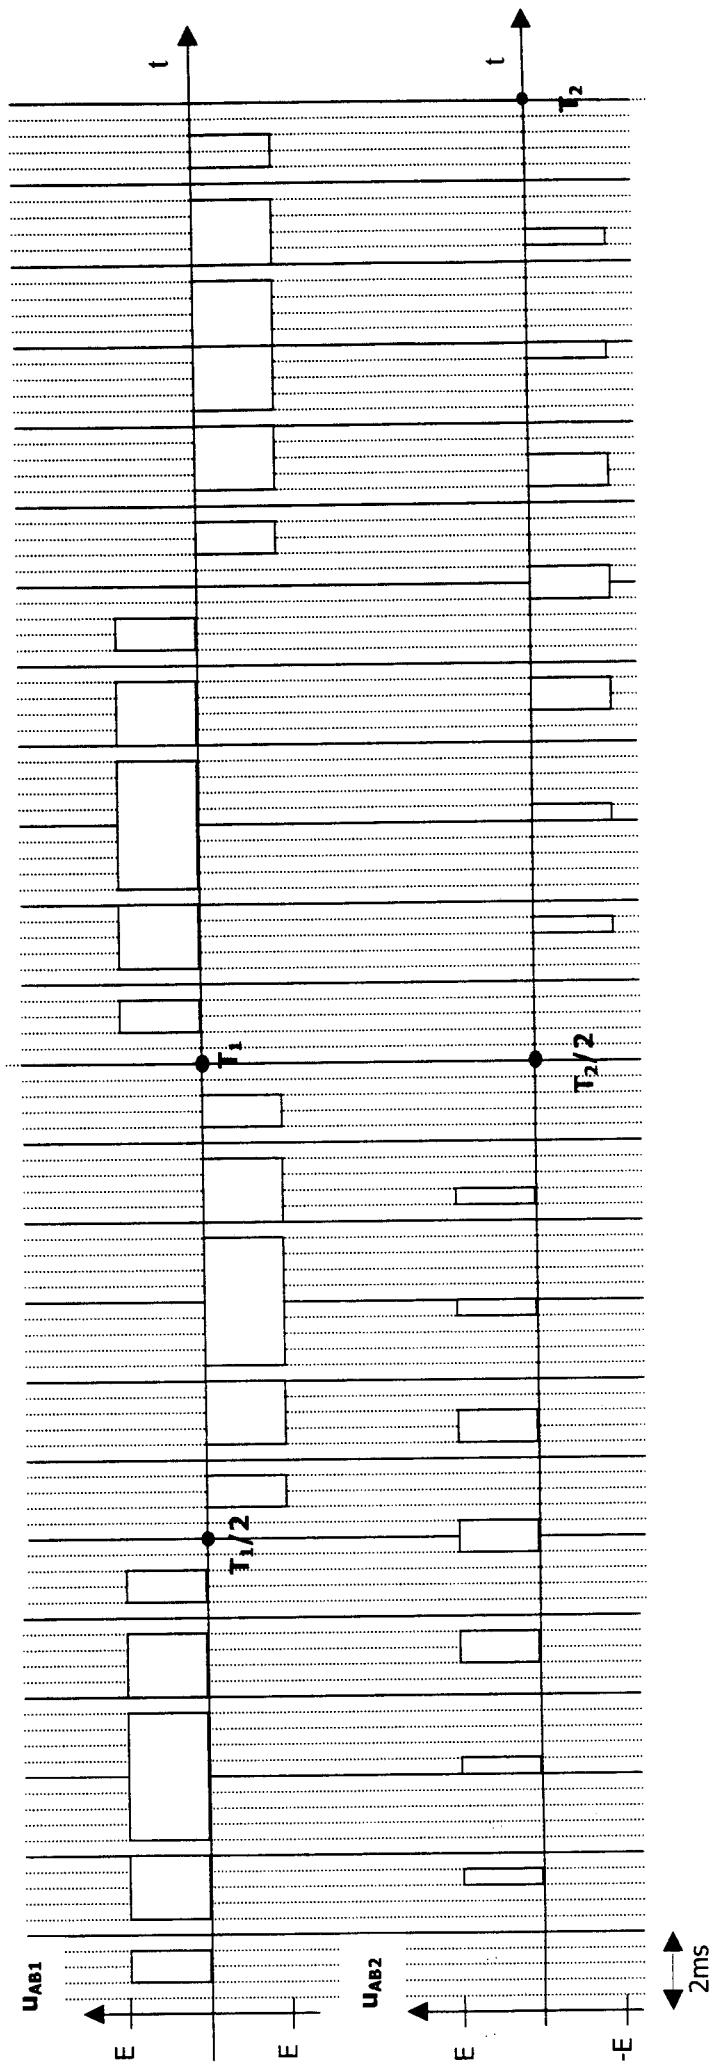

Figure 8
En réalité, le convertisseur de fréquence fonctionne sur le principe de la modulation de largeur d'impulsion. La figure 8 donne 2 exemples notés $u_{AB1}(t)$ et $u_{AB2}(t)$ des variations de la tension $u_{AB}(t)$.
3.2.2 Donner les fréquences f_1 et f_2 des tensions u_{AB1} et u_{AB2} représentées sur la figure 8.